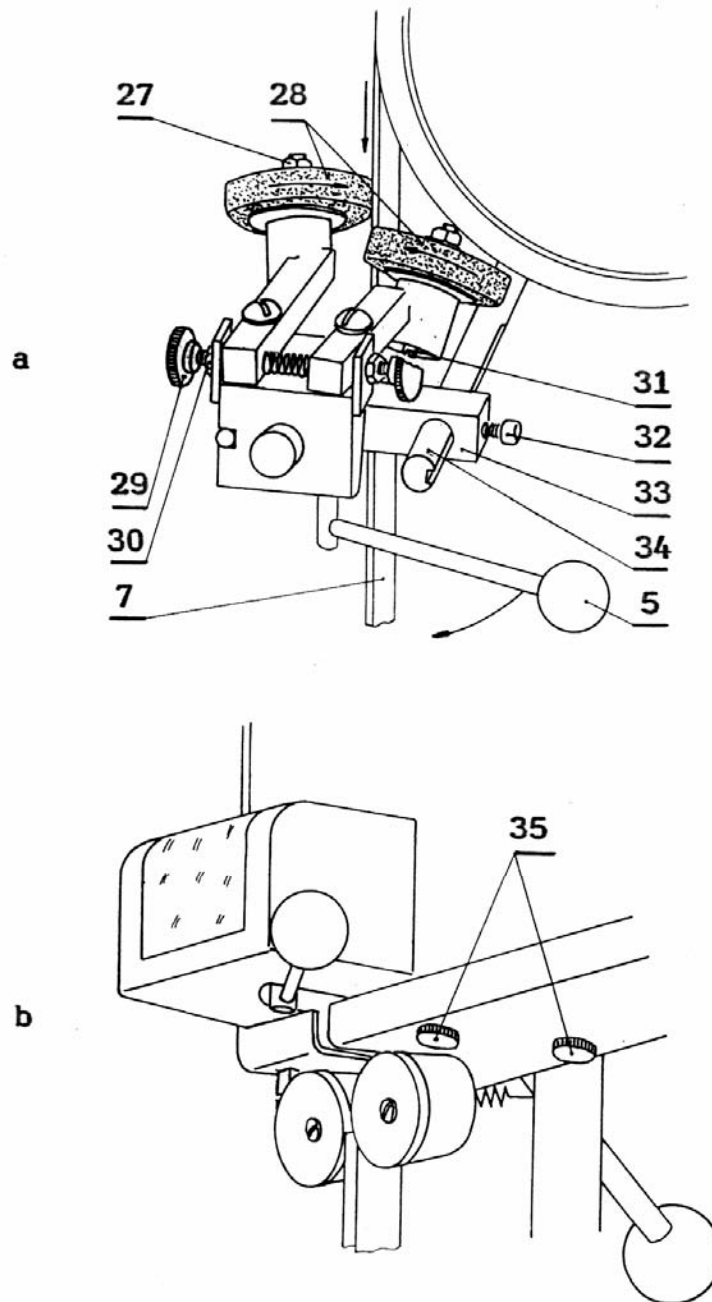

Рис. 4 Заточное устройство
- опустить лапку (4) в нижнее положение,
- медленно поворачивать рычаг управления заточным устройством (5) рис. 4 в направлении к себе до тех пор, пока заточные камни (28) не начнут затачивать ленту и в этом положении удерживать рычаг несколько десятков секунд или в случае новой ленты до тех пор, пока не появится острие
- медленно освободить рычаг (5) (он возвращается автоматически)
- незначительно вкручивая или выкручивая винт (29) рис. 4а методом подбора, установить такое расстояние заточных камней (28), чтобы они одновременно начали вращаться при
- соприкосновении с лентой (7), приводимой в движение вручную подкручиванием одного из колес
- после регулировки винт (29) заблокировать гайкой (30).
При демонтаже заточного устройства с раскройной машины, например при замене заточных камней, необходимо снять его с крепежного стержня (34) рис.4 (например при замене ленты), для чего нужно освободить винт (32).
С этой целью (см. рис. 4а) следует:
- по крайней мере один раз в день чистить зазор в нижнем ведущем устройстве (рис. 4б),